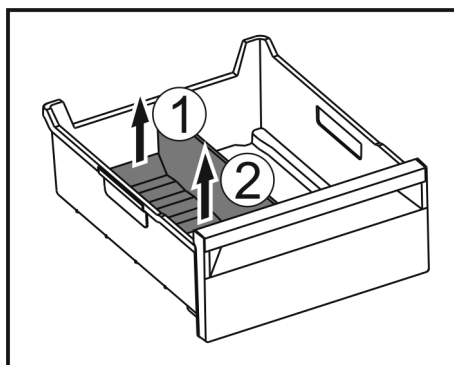

Fig. 67
- Soulever la partie arrière du séparateur de congélateur. Fig. 67 (1)
- Retirer le séparateur de congélateur par le haut. Fig. 67 (2)